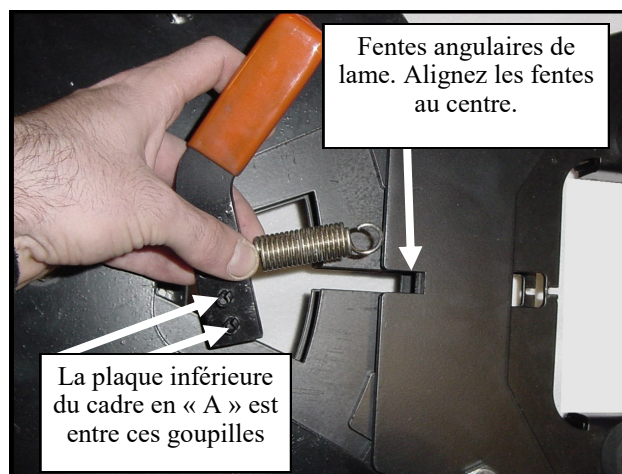

Fig. 7.4—Poignée angulaire de lame correctement orientée
7.4 Installez la poignée angulaire de lame. Pour faciliter l'installation, orientez le cadre en « A » comme illustré à la figure 7.4, en alignant la fente angulaire de la lame du cadre de bascule avec la fente angulaire du cadre en « A » dans la position centrale. Orientez la poignée angulaire de lame de manière à ce que le ressort et la poignée pointent à l'opposé du versoir (voir la figure 7.4).
7.5 Comme illustré aux figures 7.4 et 7.5, glissez la poignée angulaire de lame et le ressort dans la fente angulaire de la lame, en vous assurant de saisir la plaque du cadre en « A » entre les goupilles cylindriques de la poignée angulaire.